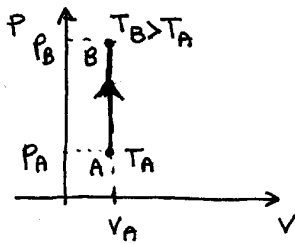

figura 3a
1) Trasformazione isocora^{reversibile}. Questa trasformazione avviene quando il volume del gas viene mantenuto costante. Nel diagramma p-V questa trasformazione è, perciò, rappresentata da un segmento verticale (figura 3a). In questa trasformazione, $dV = 0$ sempre e, quindi W in eq. (2) è